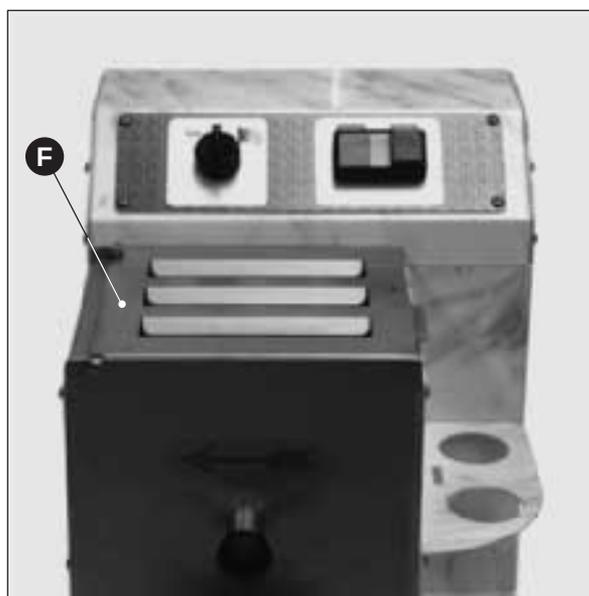

Fig. 12
**N.B.:** Ogni azionamento è comandato volontariamente attraverso il pulsante di START con il coperchio di protezione vasca chiuso (Fig. 12 **F**).